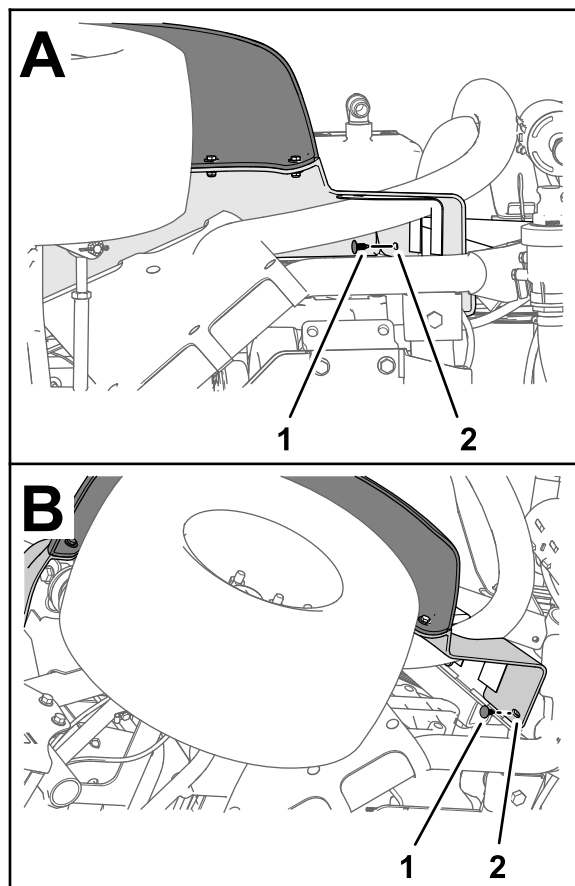

图 10
1. 取出将左前挡泥板固定到下 ROPS 钢管的 2 个压入式紧固件图 10。